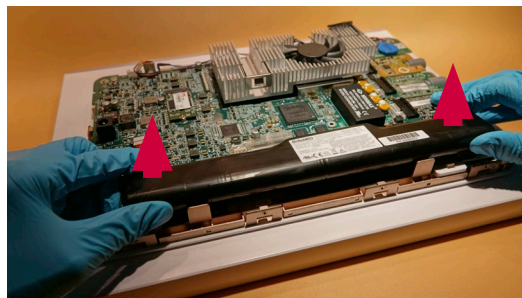

Figura 14 Înlăturați bateria.
a) Scoateți bateria de pe placa principală a monitorului (Figura 14)